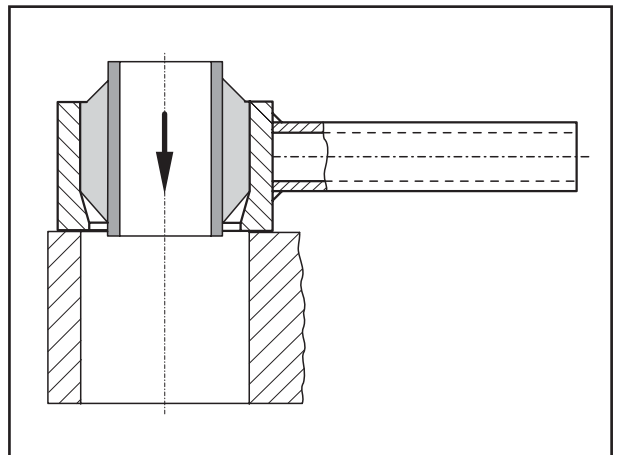

Рис. 11
- [21] При запрессовке под прессом нанести на сайлентблок мыльный водный раствор и вложить ее в монтажный инструмент (идент. № BPW см. в разделе 2) (рис. 11).